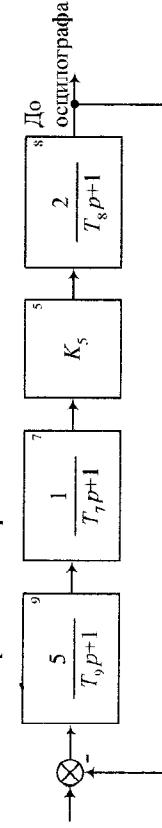

Рис. 8
4. Зібрати модель з від'ємним коефіцієнтом підсилення за схемою, що зображенна на рис. 8.